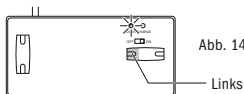

Abb. 14
3. Links-Taste drücken: Das U-Boot fährt eine Links-Kurve (Abb. 14)
3. Press left button: The Submarine moves to the left (fig. 14)